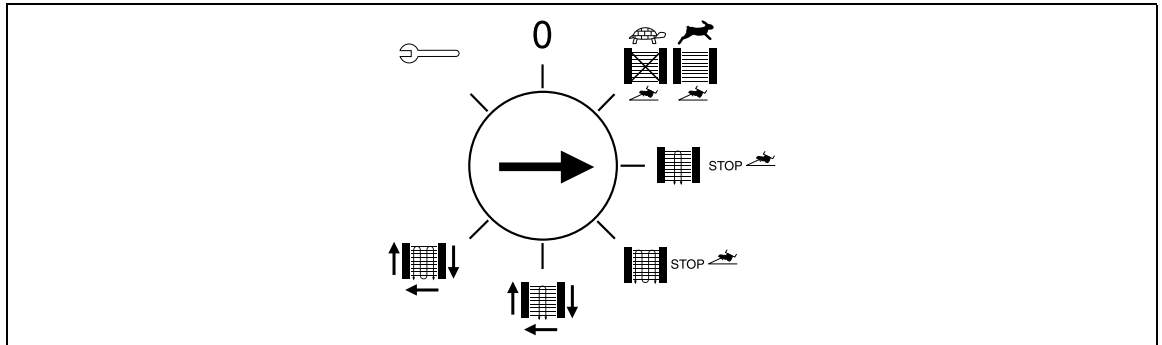

Abb. 7-16 Stellung Programmwahlschalter
- Der Programmwahlschalter befindet sich in Stellung „Arbeitsmodus“ (Abb. 7-16).